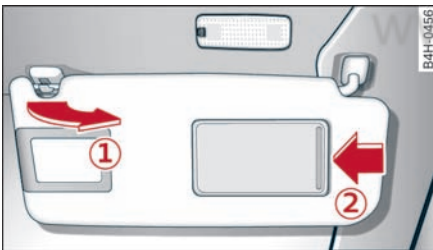

图 47 副驾驶员侧：遮阳帘
也可以将驾驶员和副驾驶员的遮阳帘从固定支架上拉出，转向车门 ⇨ 图 47 ①。在该位置上，也可以纵向移动遮阳帘。